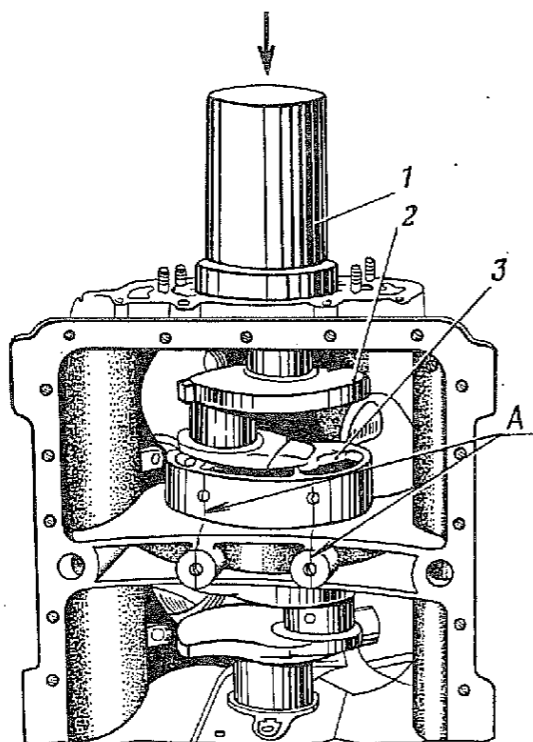

Рис. 26. Запрессовка средней опоры в сборе с коленчатым валом в картер:
1.35. Установить картер двигателя на плиту пресса торцом со стороны маховика. Нанести рисками на внутренней перегородке картера и на торце опоры среднего подшипника оси отверстий крепления опоры (рис. 26). Ввести коленчатый вал в сборе со средней опорой 3 подшипника в картер, совместить риски на картере и опоре и запрессовать опору в картер (пресс гидравлический, кернер, молоток 500 г, оправка). Снять картер с пресса.